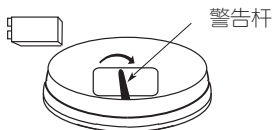

图 7
4. 安装电池时,用电池将红色警告杆压入电池盒内,装好电池。(见图 7)
更换电池时,沿报警器面壳上“OFF”箭头所标记的方向转动报警器,即可将报警器从底盘上拆下(见第四节,图 7)。